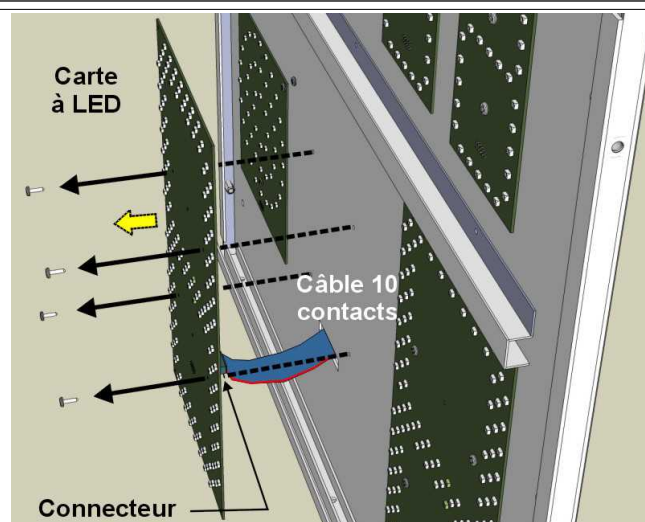

Fig. 20: Remplacement d'une carte à LED
2. Avec le tournevis, ôtez les vis de serrage de la carte à remplacer (Fig. 20); écartez légèrement la carte de sa position pour enlever le connecteur du câble de connexion plat.